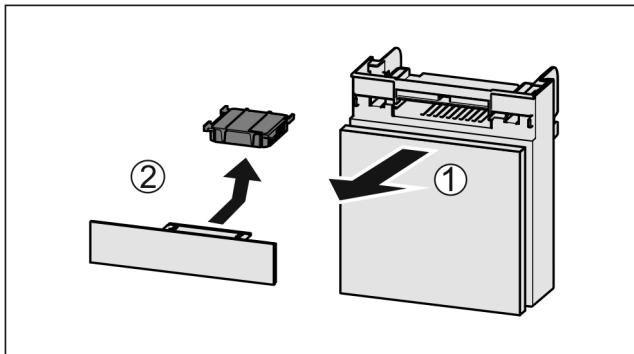

Fig. 45
- Vytiahnite zásuvku smerom dopredu Fig. 45 (1).
- Vyberte aktívny uhlíkový filter Fig. 45 (2).